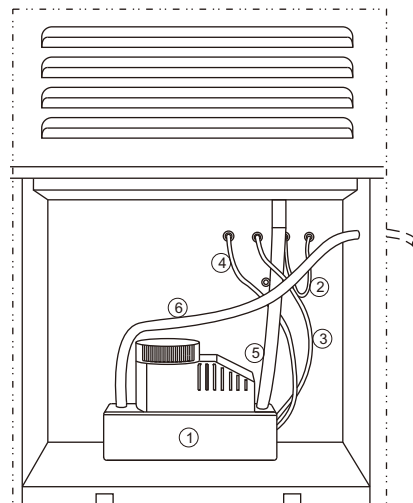

Abb. 4
- Ziehen Sie die Signalleitung für die Anzeigeleuchte (②) vom mittleren Anschluss ab und bringen Sie sie am rechten Anschluss wieder an.
- Schließen Sie das Stromkabel (④, schwarz) der Wasserpumpe (①) am linken Anschluss an.
- Stecken Sie die Signalleitung für die Anzeigeleuchte (③, blau) der Wasserpumpe am mittleren Anschluss an.
- Verbinden Sie die Ansaugleitung (⑤) und den Ablaufschlauch (⑥) der Wasserpumpe (siehe Abb. 4).